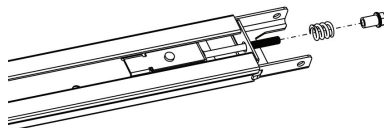

Figure 9
3. Comme dans la Fig. 9, desserrez le boulon et le ressort.